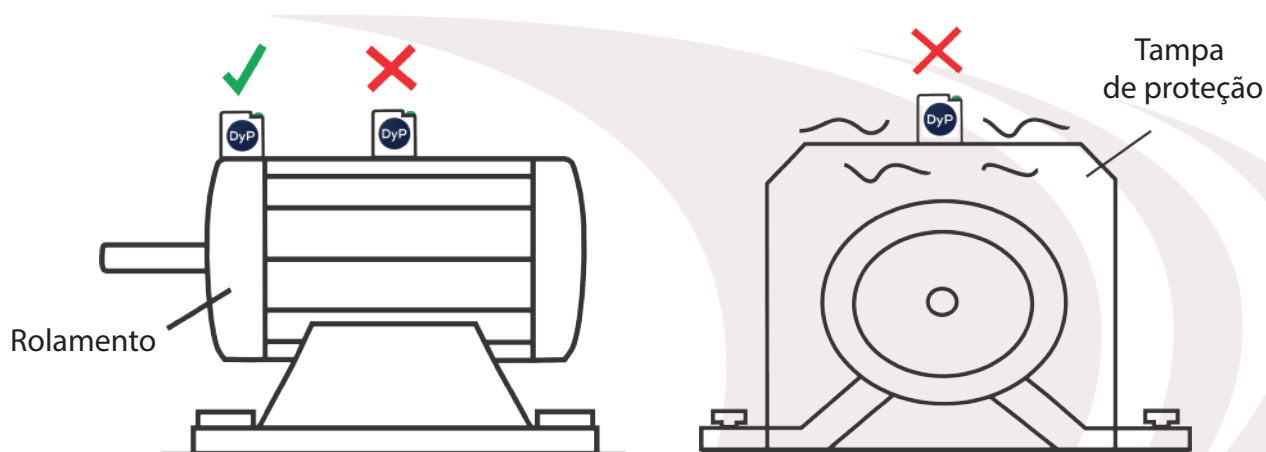

Figura 5 - Posicionamento em partes rígidas do maquinário
1) O DynaLogger deve ser instalado em uma parte rígida da máquina, evitando regiões que possam apresentar ressonância localizada (Figura 5);